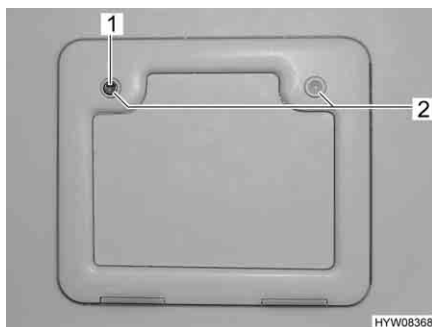

Fig. 9 Sportello esterno cassetta Thetford
- Inserire la chiave nel cilindro della serratura a pressione (Fig. 9,1) e ruotare di un quarto di giro.
- Premere contemporaneamente con i pollici entrambe le serrature a pressione (Fig. 9,2) e aprire lo sportello esterno.
- Inserire la chiave nel cilindro della serratura (Fig. 9,1) e ruotare di un quarto di giro.